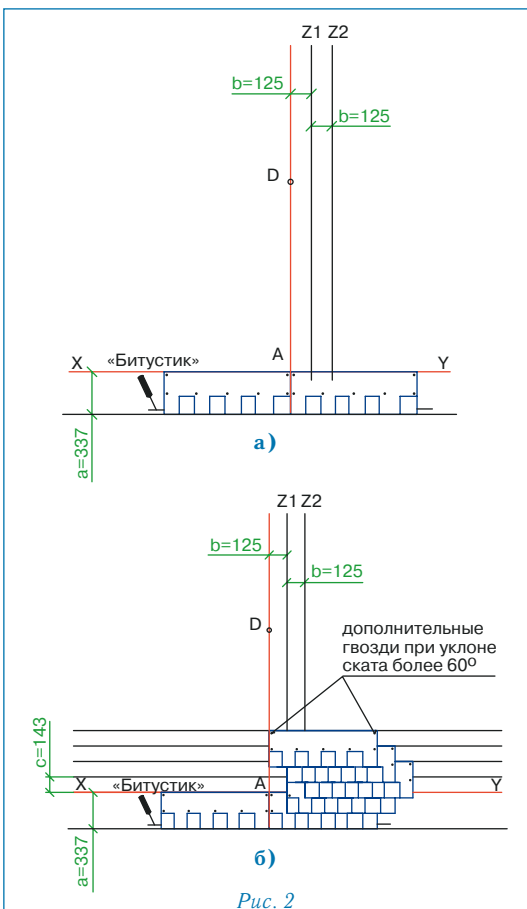

Рис. 2
Укладка материала (рис. 2)
- первый ряд черепицы укладывается от линии AD (рис. 2а);
- второй ряд укладывается от линии Z1 (со смещением 12,5 см от AD) (рис. 2б);
- третий ряд укладывается от линии Z2 (со смещением 12,5 см от Z1) (рис. 2б);
- четвертый ряд — от линии Z1 (рис. 2б);
- пятый ряд — от линии AD (рис. 2б);
Каждый лист черепицы МАСТЕР крепится 5 гвоздями таким образом, чтобы гвоздь прошивал и верхний край низлежащего листа черепицы МАСТЕР (рис. 2а,б).